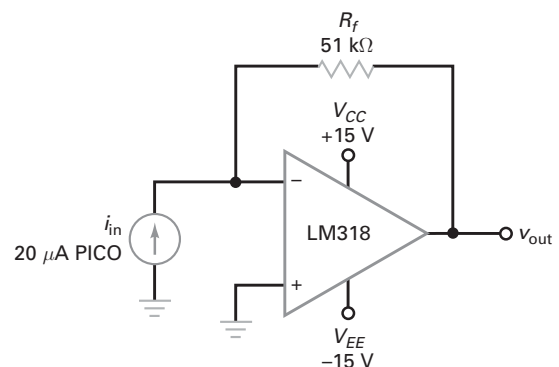

Figura 17-17
- 17-8**  Na Figura 17-17, a frequência é 1 kHz. Qual a tensão de saída?
17-9 **MultiSim** Qual a tensão de saída na Figura 17-17 se o resistor de realimentação (51 k Ω) for substituído por um de 33 k Ω ?
17-10 Na Figura 17-17, a corrente de entrada é alterada para 10,0 μ A rms. Qual a tensão de saída de pico a pico?